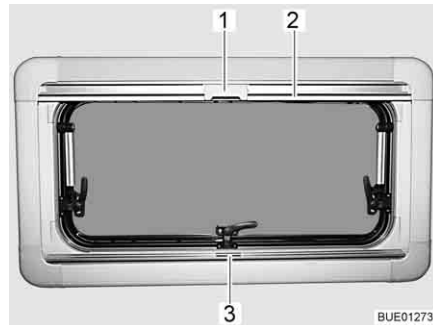

Fig. 79 Fenêtre projetante
- Saisir le dispositif occultant plissé par le centre de la barre-poignée (Fig. 79,3), le tirer du bas vers le haut et le relâcher à la hauteur voulue. Le dispositif occultant plissé reste alors à cette hauteur.
- Tirer la moustiquaire par la barre-poignée (Fig. 79,2) vers le bas jusqu'à ce qu'elle entre en contact avec celle du dispositif occultant plissé (Fig. 79,3).
- Verrouiller le cran (Fig. 79,1) de la moustiquaire avec la barre-poignée du dispositif occultant plissé.
- Presser le cran (Fig. 79,1) en haut de la moustiquaire vers l'arrière.
- Ramener lentement la moustiquaire en arrière au moyen de la barre-poignée (Fig. 79,2).